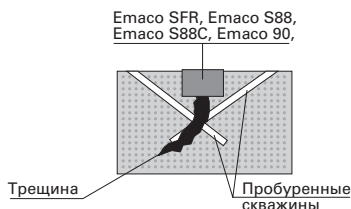

Рисунок 1 Примерная технология инъекции трещин.
5. в случае большого раскрытия, трещина предварительно заполняется смесью Emaco® 90 или другим составом Emaco® для исключения вытекания суспензии Macflow®. (рис. 1)